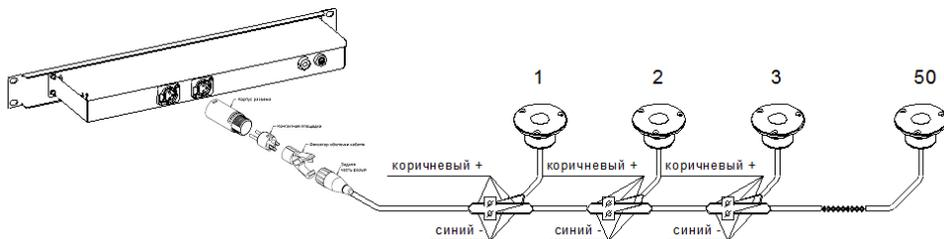

Рисунок 2
5.2 Контроллер LED TRACK управляет цепью светильников LED-TRACK (световая дорожка), Контроллер включает в себя плату для регуляции яркости свечения и выключатель. На один канал контроллера можно соединить в одну цепь до 50 светильников (рисунок 2)